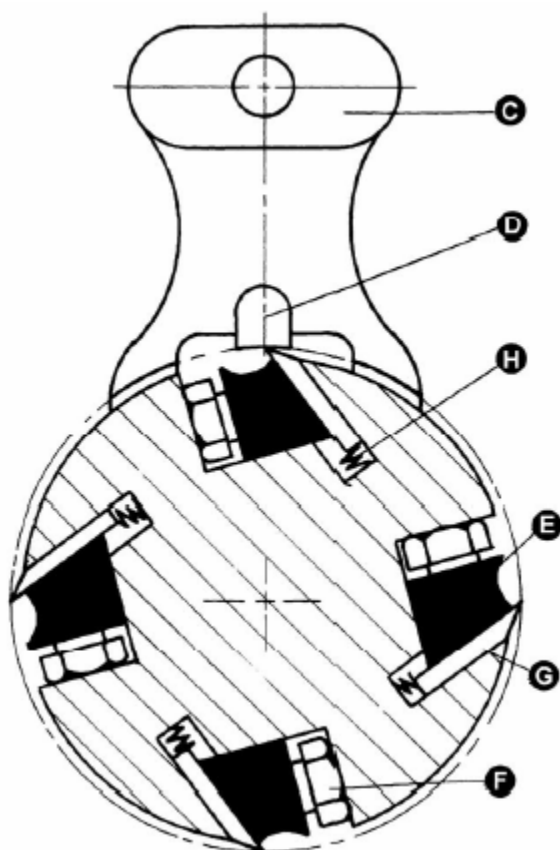

Рис. 19
3. Для контроля и регулировки ножей следует воспользоваться прилагаемым калибром для ножей (рис. 19 и 20), проверять необходимо все четыре ножа. Ножи должны едва касаться низа центрального выступа (рис. 19, D) калибра ножей.
4. При необходимости в регулировке одного или нескольких ножей слегка ослабить прижимную планку ножей (рис. 19, E), вворачивая в планку шесть фиксирующих винтов (рис. 19, F). Достаточно ввернуть винты для снятия усилия в режущей головке без нарушения настройки ножей. Выполнить это для всех остальных четырех ножей одновременно.
5. Поместив калибр над ножом (рис. 19, G), продолжать ослаблять фиксирующие винты (рис. 19, F) до тех пор, пока пружины (рис. 19, H) не начнут поднимать нож. После соприкосновения ножа с центральным выступом (рис. 19, D) калибра поджать прижимную планку, слегка выворачивая шесть фиксирующих винтов (рис. 19, F) к пазу.
7. После регулировки всех четырех ножей с поджатыми винтами, вывернуть и затянуть шесть фиксирующих винтов (рис. 19, F и 20) к пазу, начиная с концевых винтов, затем центральными, до полного закрепления ножа в режущем валу. Тем же способом затянуть остальные три ножа.
3. Для снятия ножа ослабить прижимную планку (рис. 19, E), вворачивая шесть фиксирующих винтов (рис. 19, F) в прижимную планку. Снять прижимную планку (рис. 19, E), нож (рис. 19, G) и пружины (рис. 19, H). ПРИМЕЧАНИЕ: две внутренние пружины могут выскочить при снятии ножа и прижимной планки.
8. Поставить на нож калибр для ножа (рис. 19, C).
9. Удерживая калибр на ноже, ослабить шесть фиксирующих винтов (F), вворачивая их в прижимную планку (E) до тех пор, пока режущая кромка ножа не коснется выступа (D) калибра. Поджать прижимную планку, слегка выворачивая шесть фиксирующих винтов к пазу.
11. После регулировки всех четырех ножей с поджатыми винтами, вывернуть и затянуть шесть фиксирующих винтов (рис. 19, F) к пазу, начиная с концевых винтов, затем центральными, до полного закрепления ножа в режущем валу. Тем же способом затянуть остальные три ножа.